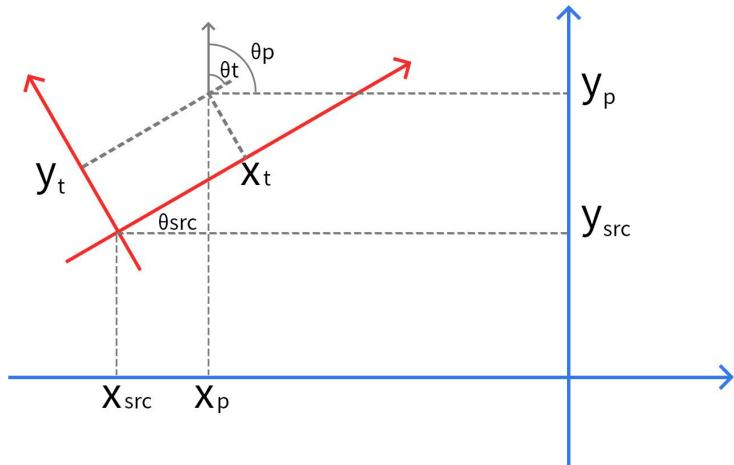

图 0.2.2-1
**问题 I：**如图 0.2.2-1 所示，已知某点 p 在 A 坐标系下的位姿为  $T_{pa}=(x_t, y_t, \theta_t)$ ，A 坐标系在 B 坐标系下的位姿为  $T_{ab}=(x_{src}, y_{src}, \theta_{src})$ 。求点 p 在 B 坐标系下的位姿  $T_{pb}$ 。
**问题 II：**如图 0.2.2-1 所示，已知某点 p 在 B 坐标系下的位姿为  $T_{pb}=(x_p, y_p, \theta_p)$ ，A 坐标系在 B 坐标系下的位姿为  $T_{ab}=(x_{src}, y_{src}, \theta_{src})$ 。求点 p 在 A 坐标系下的位姿  $T_{pa}$ 。
**问题 III:** 如图 0.2.2-1 所示, 已知某点 p 在 A 坐标系下的位姿为  $T_{pa}=(x_t, y_t, \theta_t)$ , 点 p 在 B 坐标系下的位姿为  $T_{pb}=(x_p, y_p, \theta_p)$ 。求 A 坐标系在 B 坐标系下的位姿为  $T_{ab}$ 。